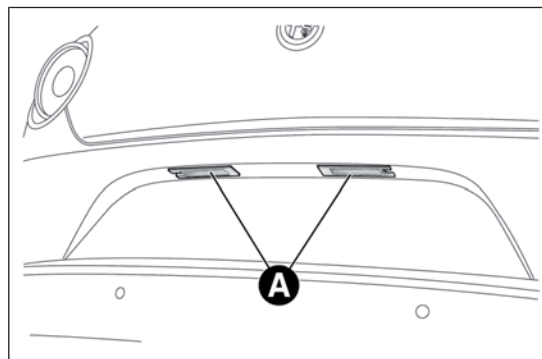

РИС. 142
- снимите узел фонаря подсветки номерного знака А РИС. 142;